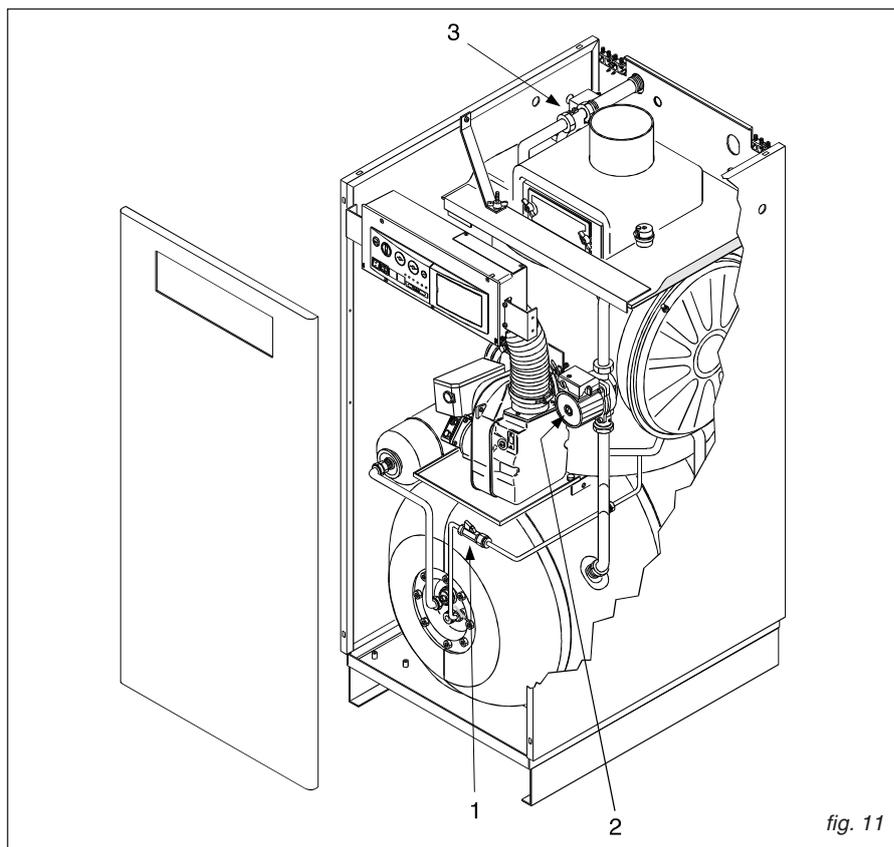

fig. 11
N.B.: Dopo un lungo periodo di inutilizzo della caldaia, i circolatori possono risultare bloccati, perciò, prima di mettere sotto tensione il pannello di comando, è indispensabile far girare manualmente i circolatori agendo con un giraviti sulla vite posta sotto il tappo di testa (vedi fig. 11, pos. 2 e 3).